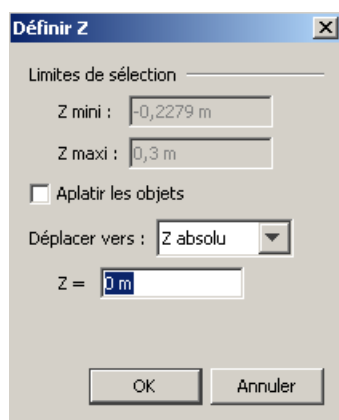

Figure 4.10 : le dialogue Définir Z
3. Le dialogue **Définir Z** s'affiche alors, comme illustré à la figure 4.10.